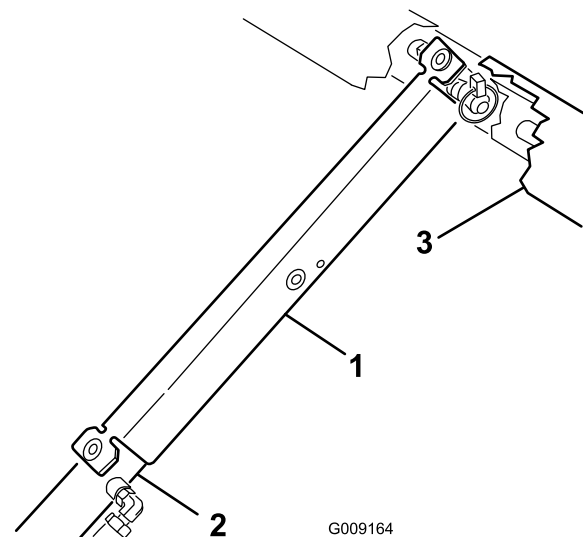

Figura 7
7. Introduza o apoio da plataforma na haste do cilindro, assegurando que as linguetas encostam à extremidade do cilindro e à extremidade da haste do cilindro (Figura 7).